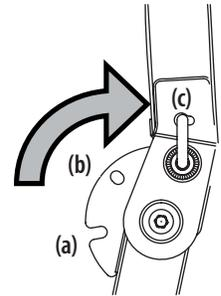

Figura 5
- Mueva el ROPS a la posición deseada. Consulte la Figura 5.
NOTA: Las tres posiciones son posición TRANSPORTE (a), posición TRANSPORTE CON EMBOLSADORA (b) y posición OPERACIÓN (c). Consulte la Figura 5.